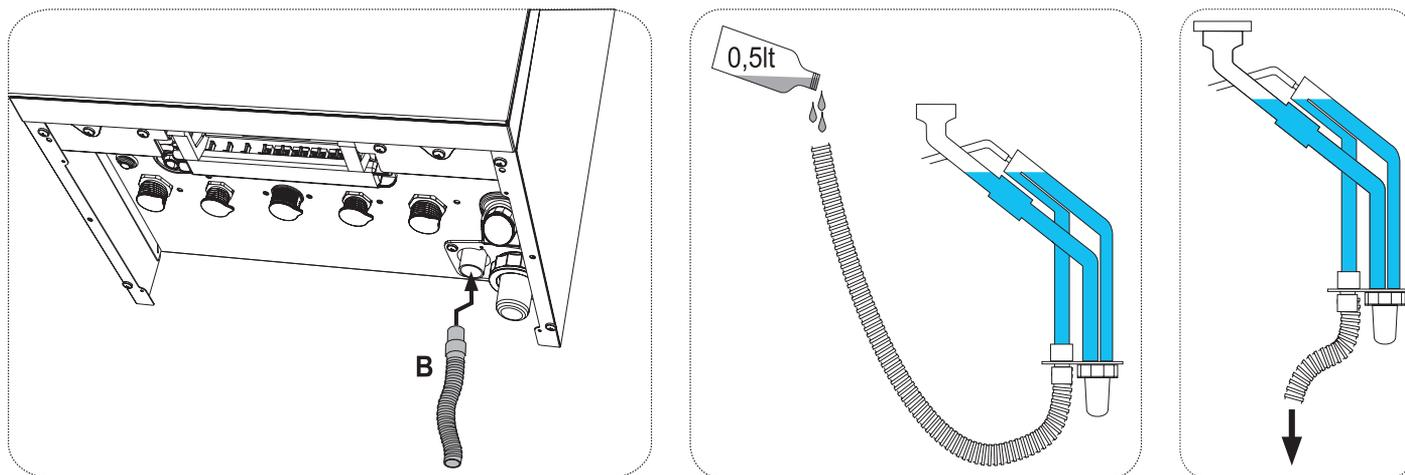

Рис. 6. Заполнение сифона
- Заполните сифон (см. рис. 6 «Подсоединение трубы для слива конденсата»).